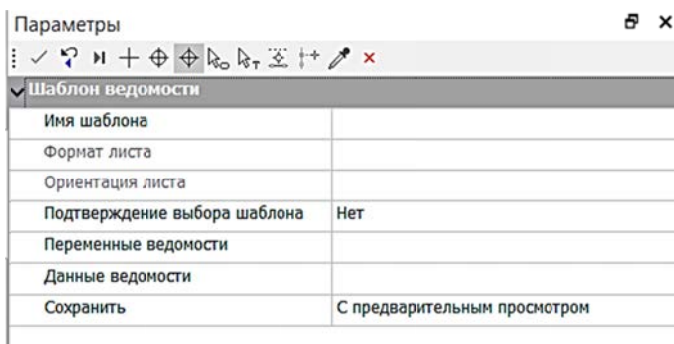

Рис. 5.7. Параметры формирования адресной ведомости
6. Выполните создание адресной ведомости по запроектированным остановкам, для этого воспользуйтесь командой **ВЕДОМОСТЬ АВТОБУСНЫХ ОСТАНОВОК**, укажите трассу АД, задайте параметры создания ведомости на локальной панели **Параметры** (рис. 5.7).